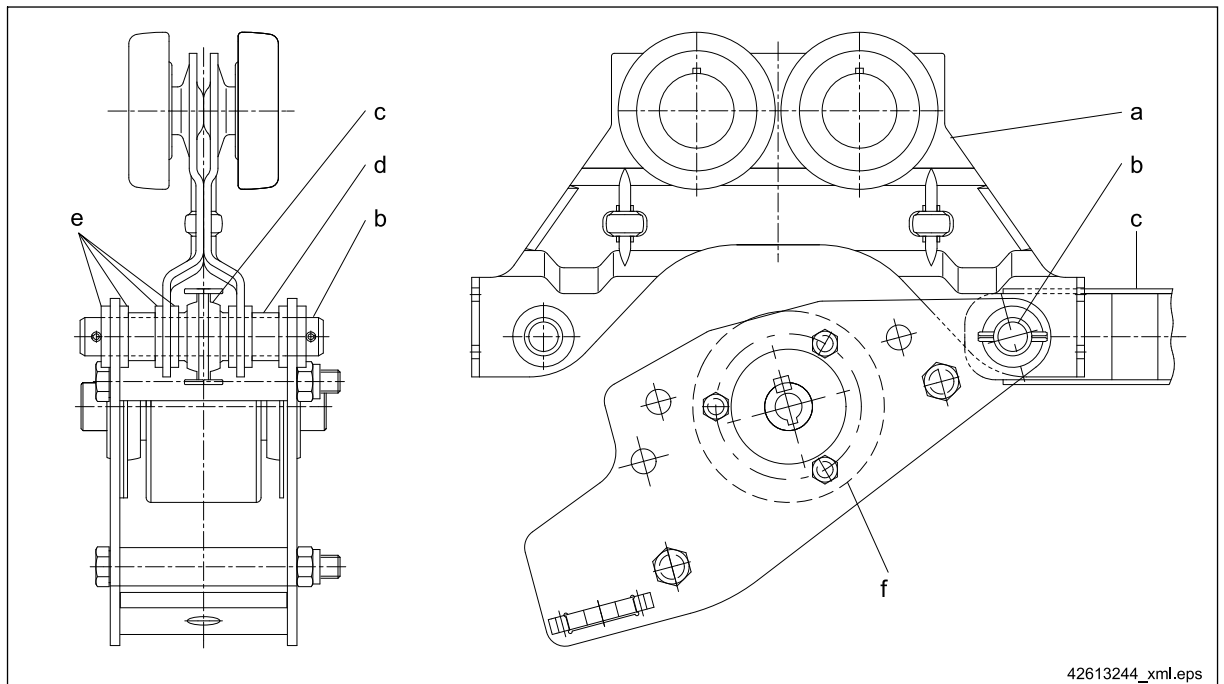

Abb. 83
3. Die Anordnung der Kupplungsstange (c), der Stützscheiben (e) und der Distanzhülsen (d) ist $\Rightarrow$ Abb. 83, Seite 85 zu entnehmen (Darstellung ohne Motor und Spannelement).